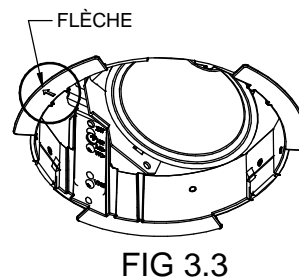

FIG 3.3
**REMARQUE:** Veiller à ce que le système optique supérieur soit correctement en place dans le support de DEL et n'ait pas été délogé durant l'expédition ou l'installation du luminaire. **Pour les moteurs d'éclairage LWW** Utiliser la flèche sur le rebord moulé pour déterminer l'orientation et veiller à ce que la flèche pointe vers la paroi à éclairer. **FIG 3.3**